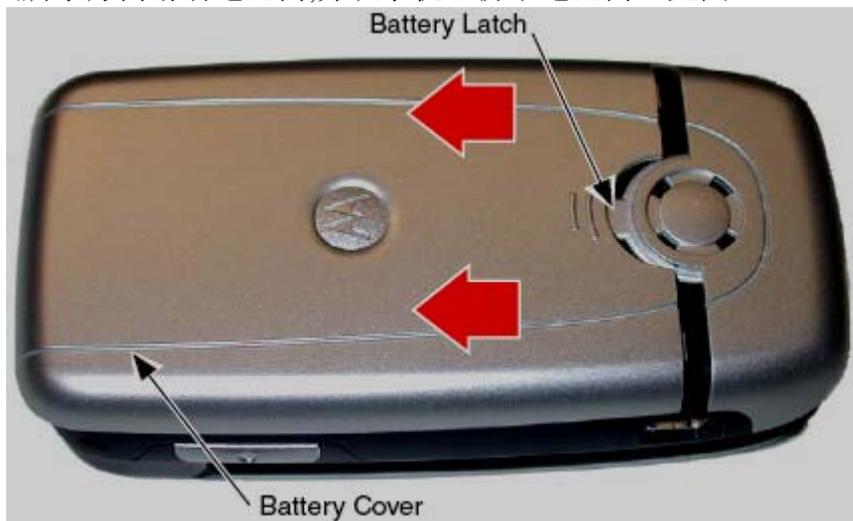

图4. 拆卸电池门
2. 按箭头所示方向滑动电池门,并从手机上拆下电池门（见图 4）。